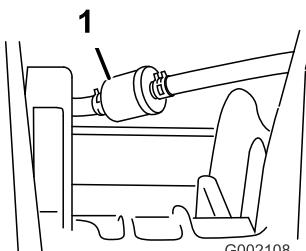

Bild 44
5. Entfernen Sie die Klemmen, mit denen der Kraftstofffilter an den Leitungen befestigt ist (Bild 44).